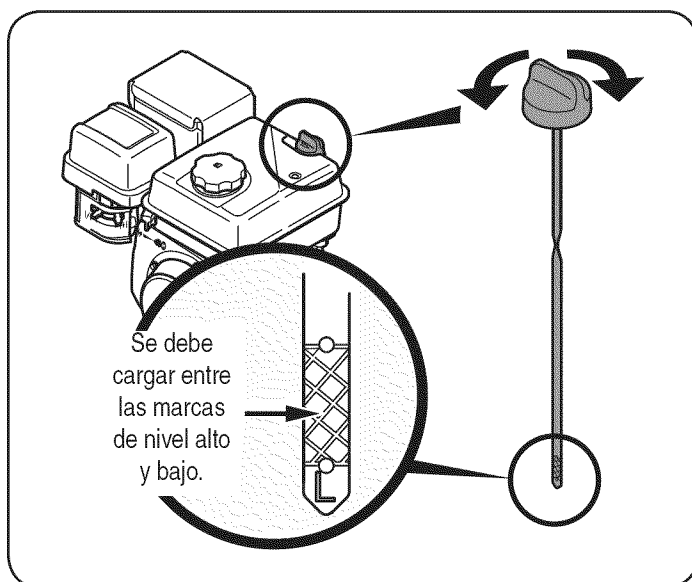

Figura 8
2. Retire el tapón de llenado / varilla de medición y Limpie la varilla. Véase la Figura 8.
4. Retire el tapón de llenado / varilla de medición. Si el nivel está bajo, agregue lentamente el aceite hasta el nivel de aceite entre los registros de alta (H) y baja (L), la Figura 8.